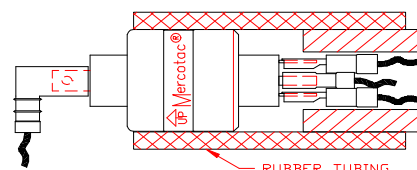

Рис. 5. Защита от вибрации
7. Вибрация и механические удары уменьшают срок службы и/или могут вызвать выход разъема из строя. В некоторых случаях для противоударной защиты может потребоваться установка резиновой трубки. <Рис. 5>